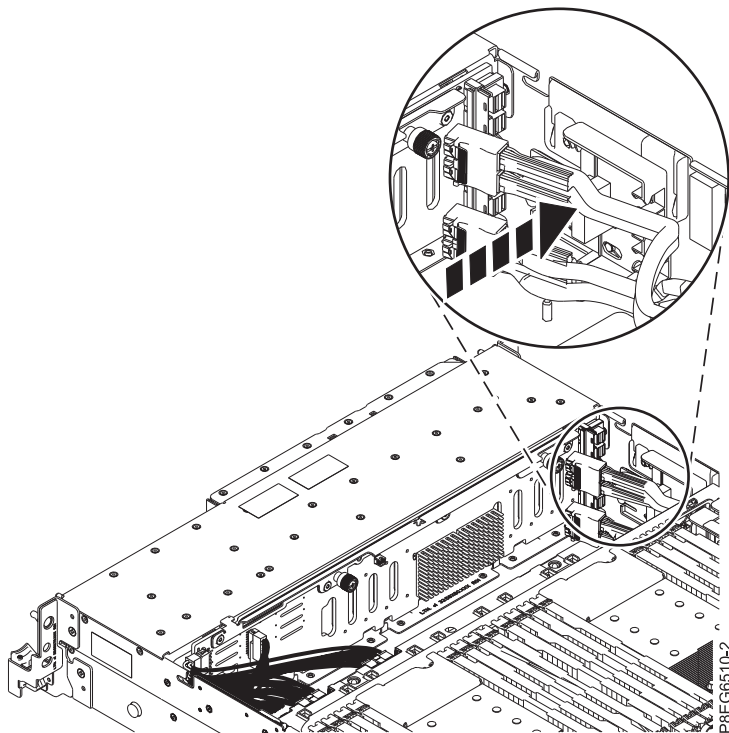

Figura 20. Reinstalación de los cables SAS frontales
6. Vuelva a poner el cable SAS frontal en el bloque de guía de la parte lateral del chasis, como se muestra en la Figura 20.